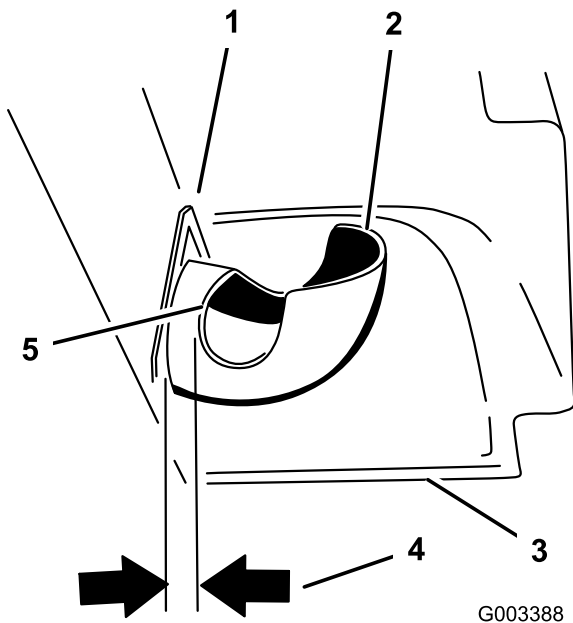

Figura 23
- Meça a partir da placa do capot até à extremidade do tubo como se mostra na Figura 23. Esta distância tem de ser de 19 mm.